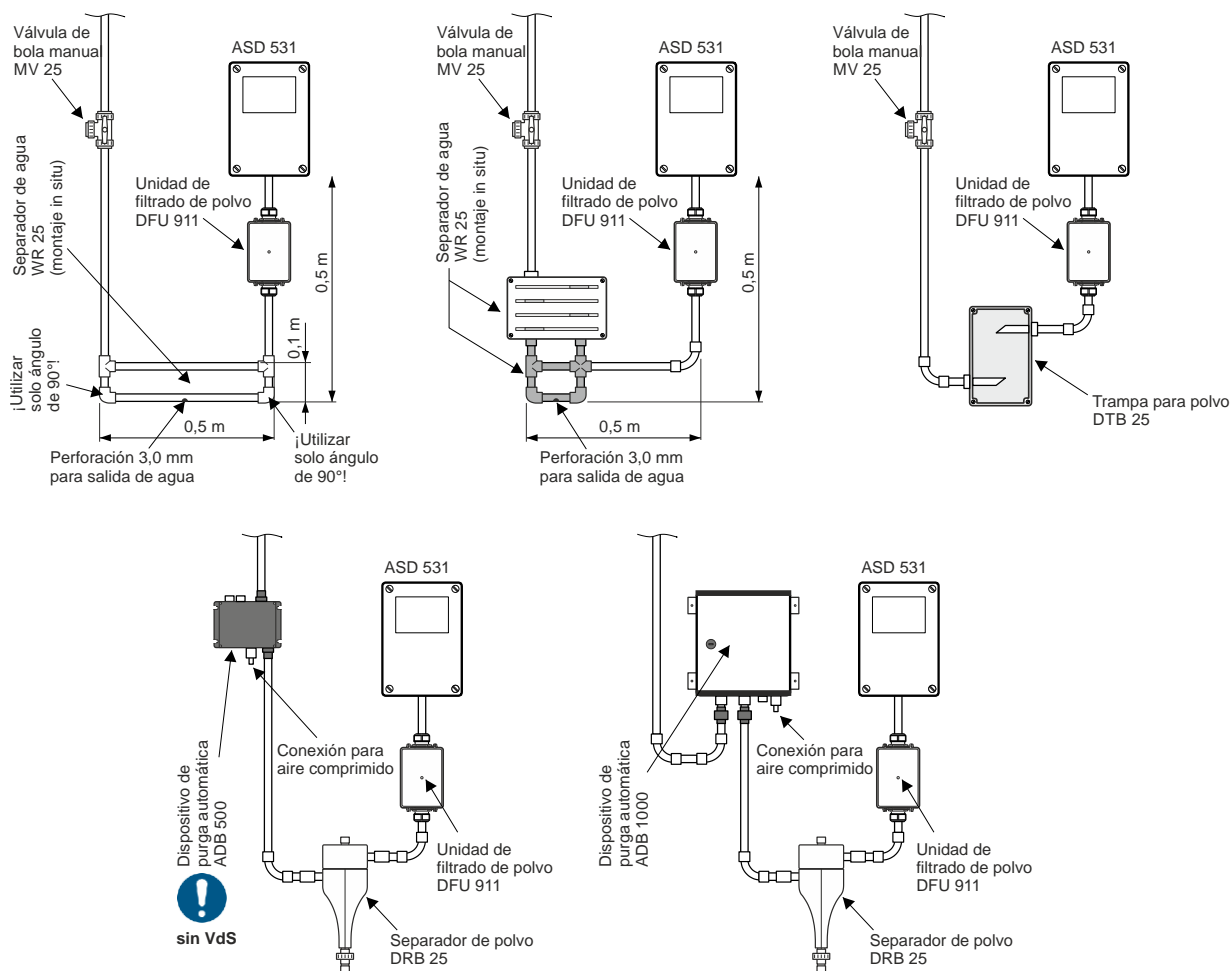

Fig. 44 Montaje de accesorios
- Deben respetarse las posiciones de montaje del separador de agua, la trampa para polvo y el separador de polvo, tal como se muestra en la Fig. 44.